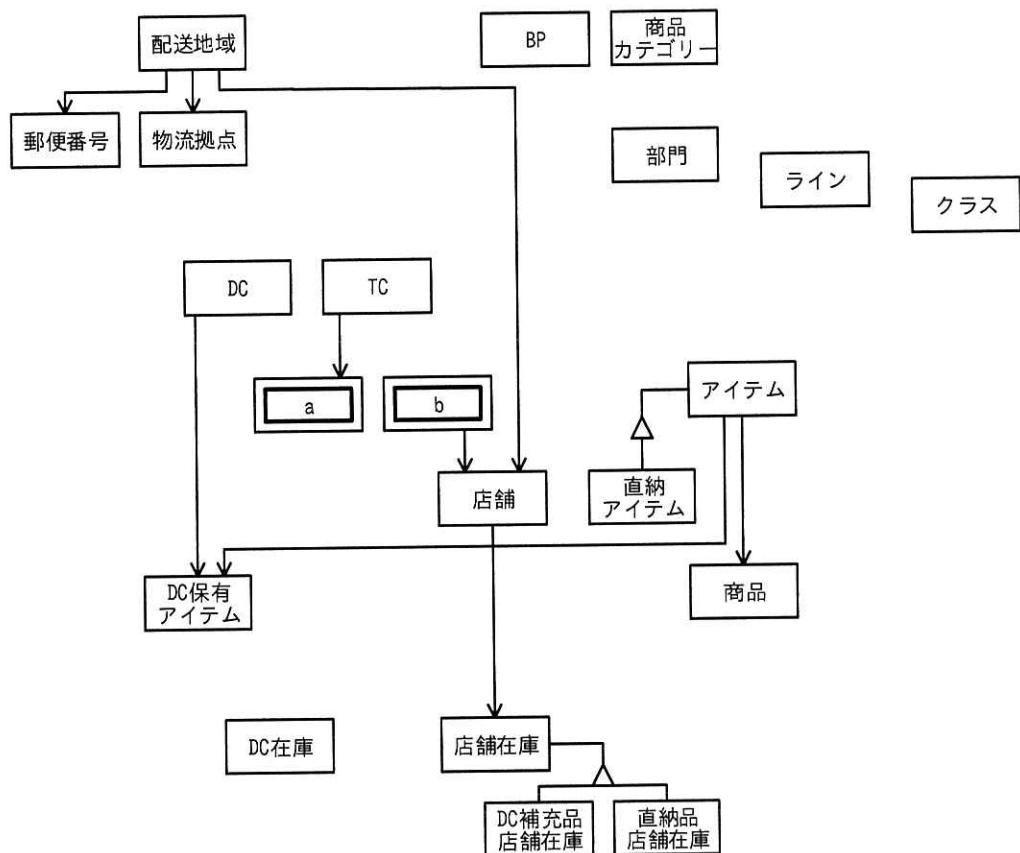

図1 マスター及び在庫の領域の概念データモデル（未完成）
マスター及び在庫の領域の概念データモデルを図1に、トランザクションの領域の概念データモデルを図2に、関係スキーマを図3に示す。
注記 図中の a, b には、図1の a, b と同じ字句が入る。
- (1) 図 1 中の , に入れる適切なエンティティタイプ名を
- (2) 図 1 は、幾つかのリレーションシップが欠落している。欠落しているリレー